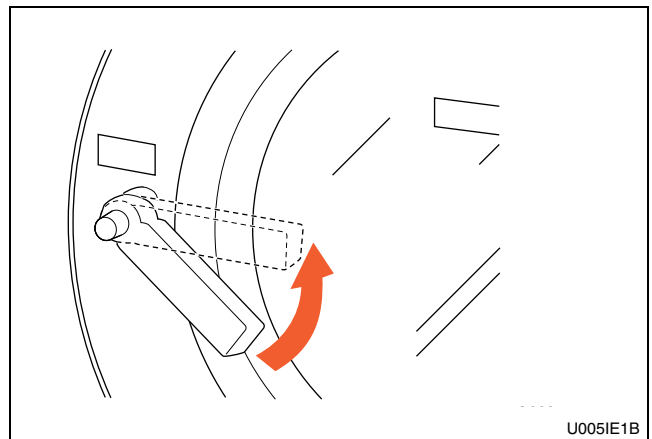

Figura 19
4. Cierre la puerta y gire la palanca hacia la izquierda hasta que salte el botón. Consulte la *Figura 19*.